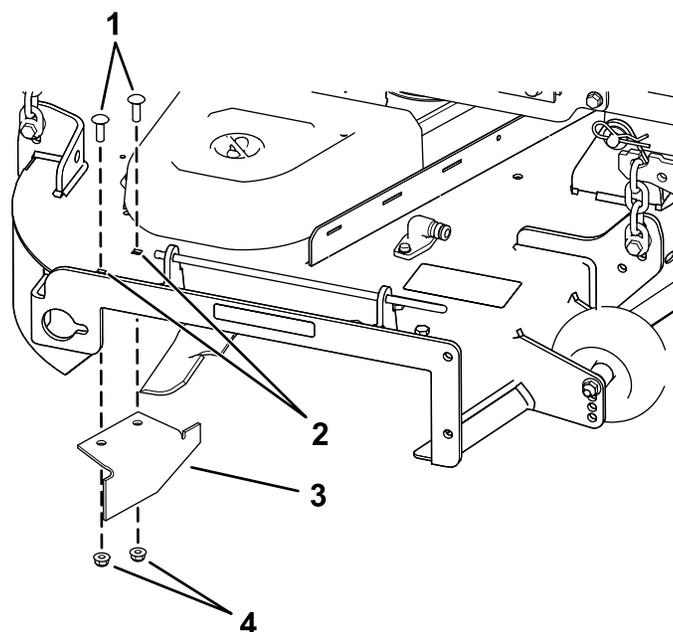

Bild 38
14. Suchen Sie das Versatzablenklech in den losen Teilen und entfernen Sie die Befestigungen in den hinteren Löchern der Auswurfplatte. Befestigen Sie das Ablenklech in der Seitenauswurföffnung am Mähwerk (Bild 38).